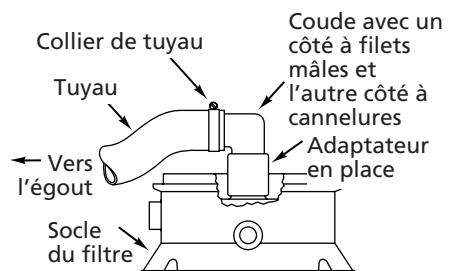

Figure 18
1. passer la piscine à l'aspirateur et envoyer l'eau à l'égout (voir la Figure 18, page 9);
2. Visser un coude à 90 ° en PVC de 1 1/2 po dans l'adaptateur femelle qui se trouve dans le socle du filtre (voir la Figure 18).
coude, comme il est illustré à la Figure 18; amener le tuyau jusqu'à l'endroit où l'on veut se débarrasser de l'eau usée.